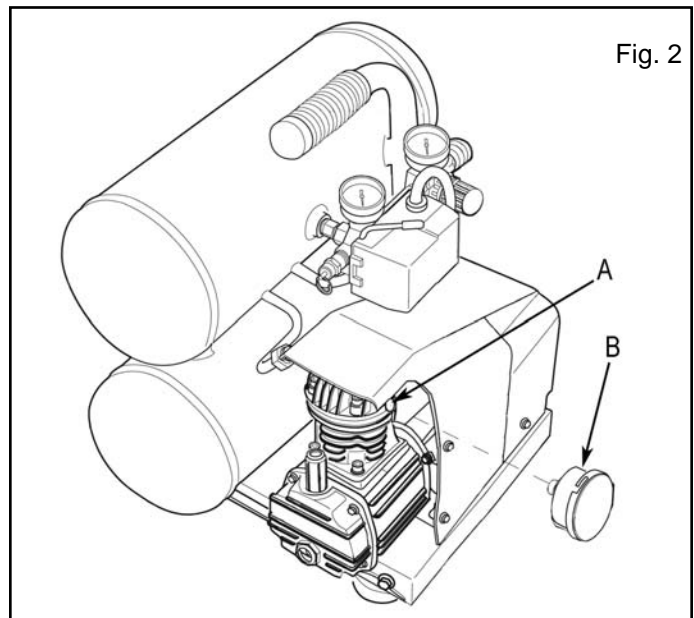

Fig. 2
3. Replace the plastic cap (A) on the pump head with the air filter (B) (Fig.2) included with the unit.
3. Remplacez le chapeau en plastique (A) sur la tête de pompe avec le filtre à air (B) inclus avec l'unité (Fig. 2).
3. Sustituya el casquillo plástico (A) en la cabeza de la bomba por el filtro de aire (B) incluido con la unidad (Fig. 2).